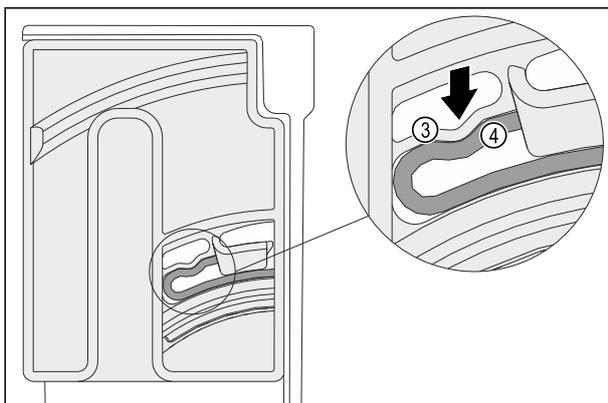

Fig. 121
- ▶ Vous entendrez l'élément élastique Fig. 121 (3) de l'unité de rotation s'enclencher dans la forme ronde de la nervure Fig. 121 (4).